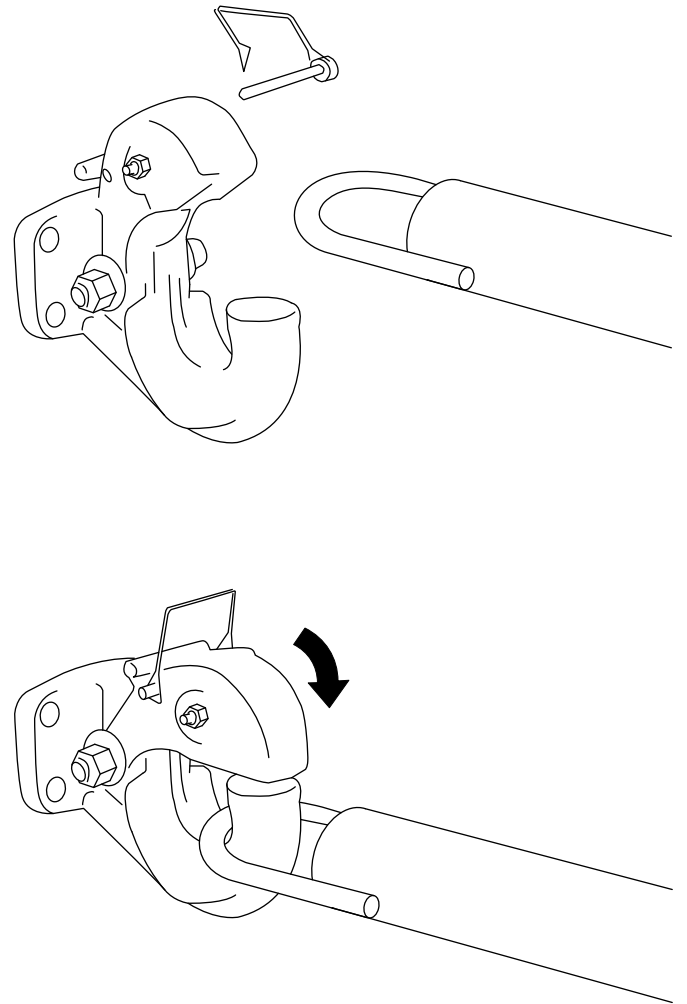

Figura 19
1. Retire el pasador del gancho de arrastre y abra el gancho (Figura 19).
2. Coloque la argolla de la barra de tracción sobre el gancho de arrastre (Figura 19).
3. Cierre el segmento superior del gancho de arrastre y sujételo con el pasador (Figura 19).